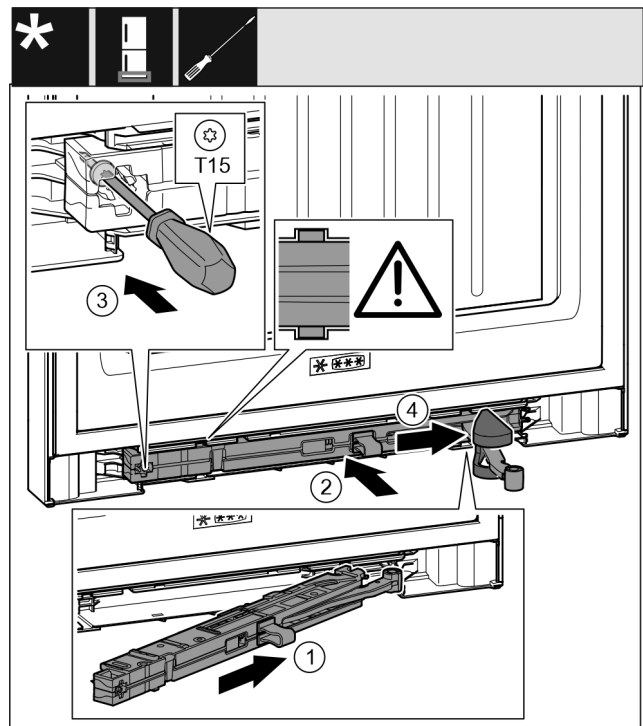

Fig. 40
- ▶ 将托架侧面的关门阻尼单元 Fig. 40 (1)倾斜插入凹槽直至止挡装置。
- ▶ 将关门阻尼单元 Fig. 40 (2)完全地推入凹槽。
- ▶ 用螺丝刀拧紧螺钉 Fig. 40 (3)。
- ▶ 将盖板 Fig. 40 (4)推到铰链上方。